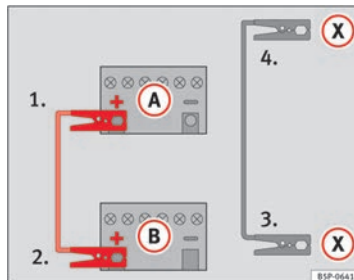

Abb. 170 Anschlussschema für Fahrzeuge mit Start-Stopp-System.
- Klemmen Sie ein Ende des *roten* Starthilfekabels an den Pluspol \oplus des Fahrzeugs mit der entladenen Fahrzeugbatterie **(A)** an \Rightarrow Abb. 170.
- Klemmen Sie ein Ende des *schwarzen* Starthilfekabels **(X)** an einen geeigneten Masseanschluss, ein massives, fest mit dem Motorblock verschraubtes Metallteil oder an den Motorblock selbst an \Rightarrow Abb. 170.